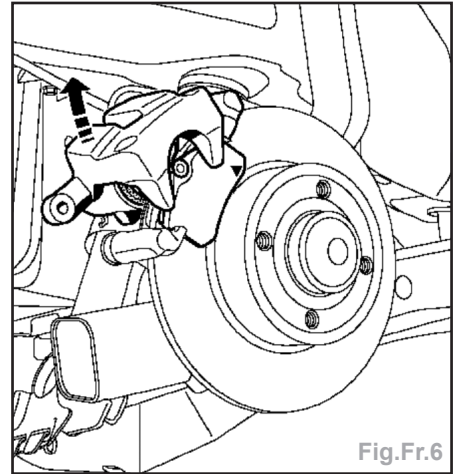

Fig.Fr.6
- Pivoter les étriers vers le haut (Fig.Fr.6).